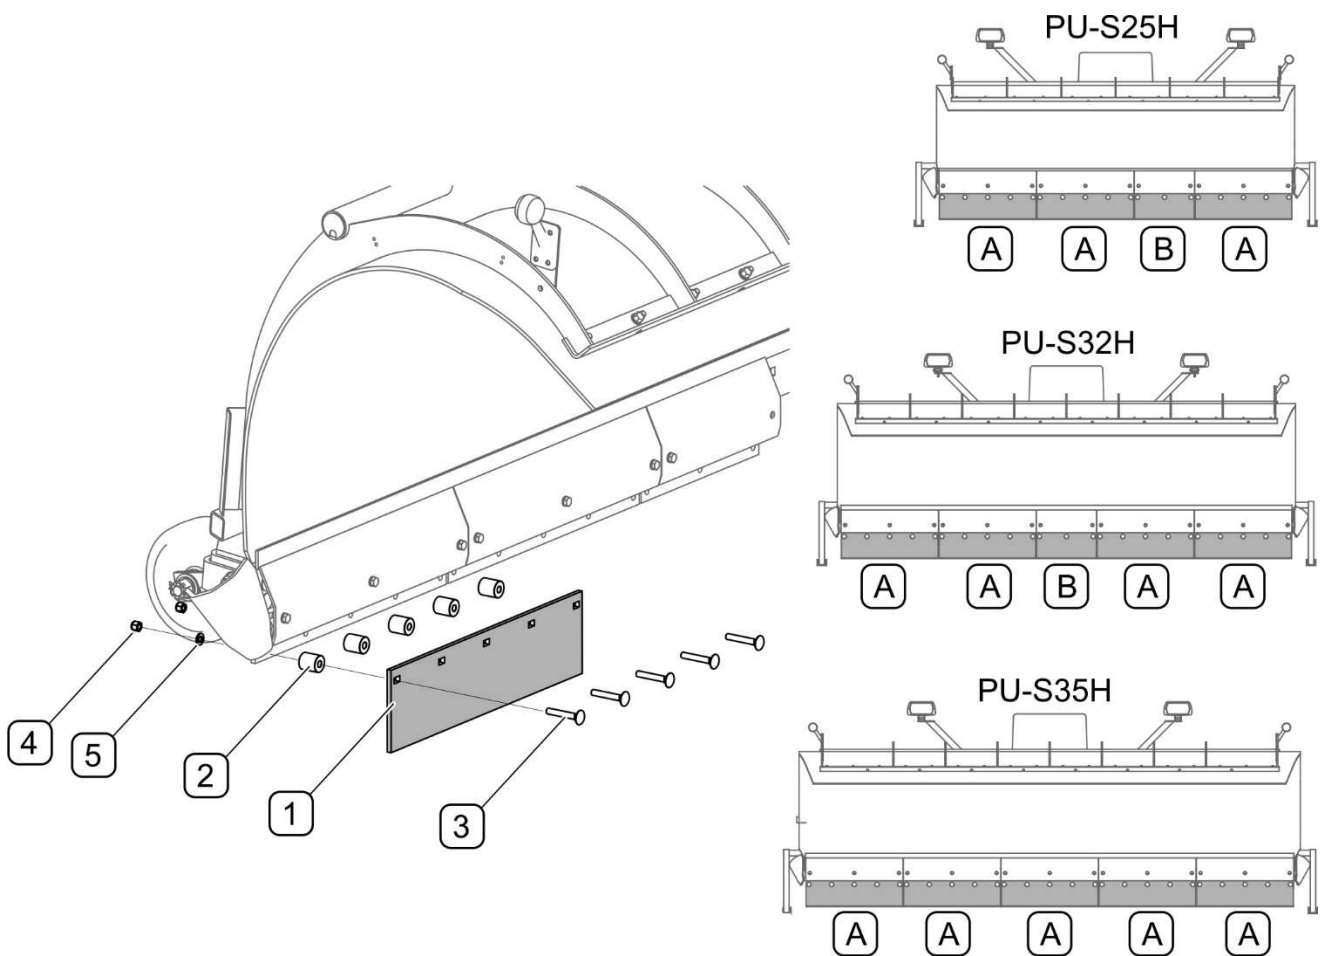

FIGURE 5.2 Remplacement des lames en métal
(1) - lame en métal; (2) - manchon ; (3) - boulon Z M12x80-8.8; (4) - écrou M12; (5) - rondelle élastique Z12,2; (A) - segment long; (B) - segment court
Afin de démonter la lame en métal (FIGURE 5.2), il faut dévisser les écrous (4) du segment respectif, retirer les boulons (3) et les manchons (2). Mettre en place le segment du chasse-neige approprié (A) ou (B) en fonction du modèle de chasse-neige (TABLEAU 5.2). Le montage doit être effectué dans l'ordre inverse.